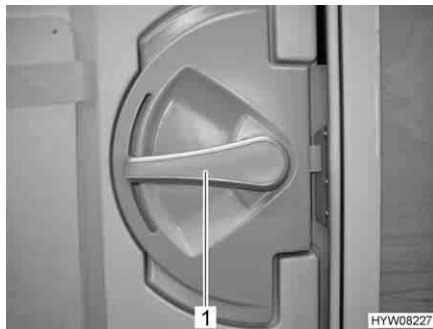

Bild 30 Dörrlås ingångsdörr, insida
- Tryck ner dörrhandtaget (Bild 30,1).
- Vrid dörrhandtaget (Bild 30,1) ca 45° uppåt och låt det vara kvar i det läget.